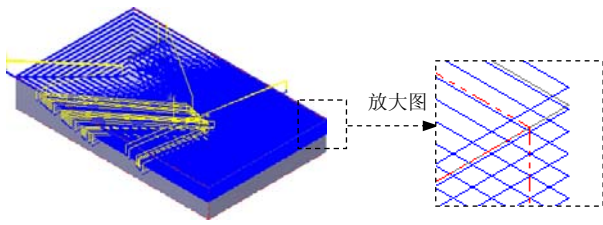

图 14.8 刀具路径
(1) 在 “曲面粗加工挖槽” 对话框中单击 **粗加工参数** 选项卡, 在 **Z 轴最大进给量:** 文本框中输入 1, 然后在 **进刀选项** 区域选中 ☒ **由切削范围外下刀** 复选框和 ☒ **螺旋式下刀** 复选框。
(2) 单击 **螺旋式下刀** 按钮, 系统弹出 “螺旋/斜插进式下刀参数” 对话框。单击 “螺旋/斜插进式下刀参数” 对话框中的 **斜插进刀** 选项卡, 在 **如果斜插下刀失败** 区域选中 ☒ **中断程序** 单选项, 选中 ☒ **自动计算角度与进给** 复选框。单击 “螺旋/斜插进式下刀参数” 对话框中的 **✓** 按钮。
(3) 单击 **切削深度 (D)...** 按钮, 在系统弹出的 “切削深度设置” 对话框中单击 **临界深度 (R)...** 按钮, 在绘图区选取 Step1 所创建的点, 按 Enter 键; 单击 **✓** 按钮, 系统返回至 “曲面粗加工挖槽” 对话框。
Step12. 单击 “曲面粗加工挖槽” 对话框中的 **✓** 按钮, 完成加工参数的设置, 此时系统将自动生成图 14.8 所示的刀具路径。